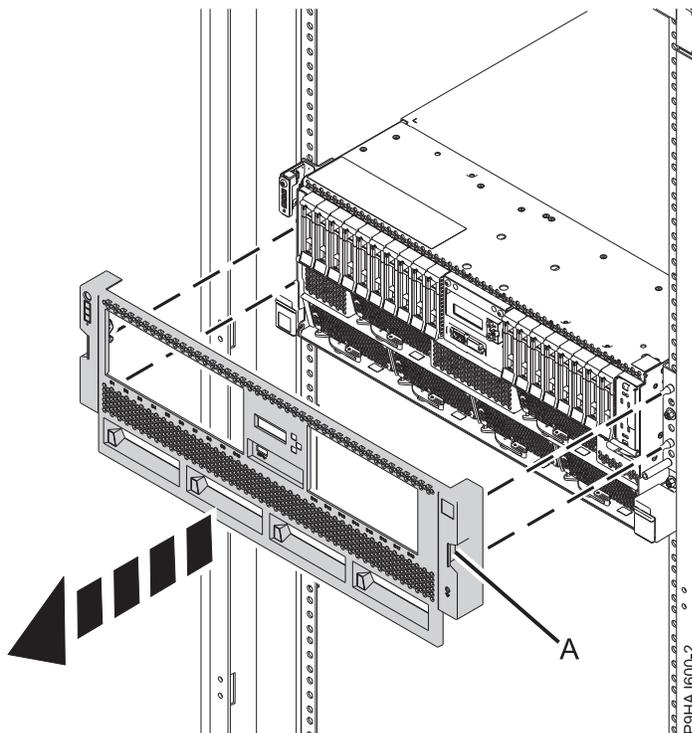

Figura 14. Remover a tampa anterior
2. Para um sistema montado em bastidor, remova a tampa anterior ao a fazer deslizar do sistema. A tampa tem indentações (A) onde poderá segurar a mesma de forma mais fácil. Consulte Figura 14.